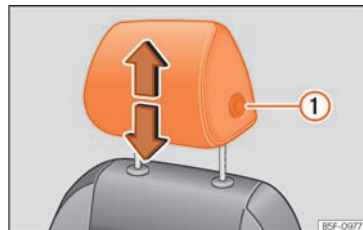
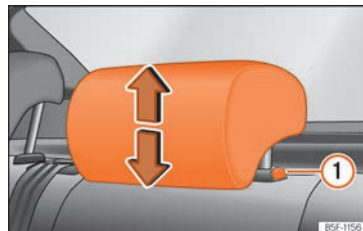

Abb. 75 Vordersitz: Kopfstützeinstellung.
Abb. 76 Kopfstütze hinten: Kopfstützeinstellung.
Sie zum Absenken auf gleiche Weise vor und drücken Sie die seitliche Taste ① » » (Abb. 75) , » » (Abb. 76).